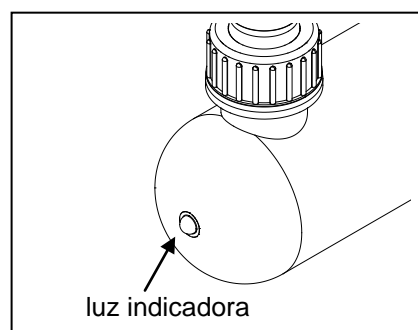

Fig. 18
6. Espere unos segundos para que la luz se encienda a continuación, compruebe que la luz indicadora para verificar si la luz está funcionando correctamente. Fig. 18